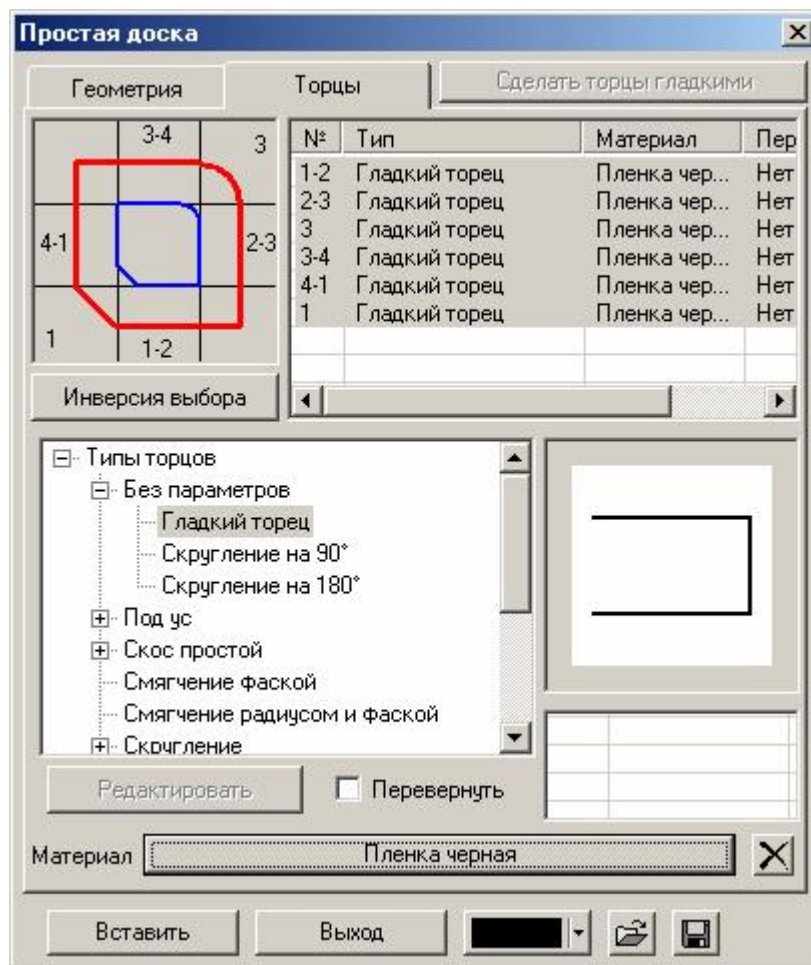

Рис. 90 Закладка **Торцы** с заполненными полями
3. Переключиться на закладку **Торцы** и заполнить ее поля (рис. 90).